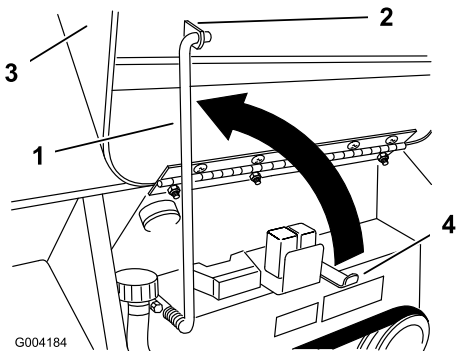

Bild 24
4. Stellen Sie die Stützzange auf und befestigen Sie diese in der Halterung an der Motorhaube (Bild 24).